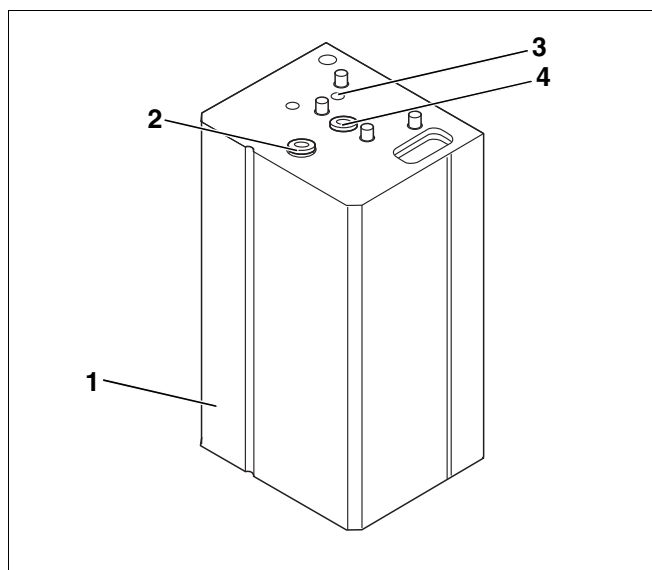

Fig. 1 Préparateur d'ECS HT/HC/H70 W
- Le boiler peut être contrôlé visuellement grâce à une trappe d'inspection (fig. 1, [4]).
- Habillage avec isolation thermique (fig. 1, [1]) en mousse PU rigide sans cfc.
Grâce à la sonde de température installée dans le doigt de gant (fig. 1, [3]), la régulation de l'installation de chauffage mesure la température actuelle de l'eau chaude sanitaire et régule la température souhaitée.